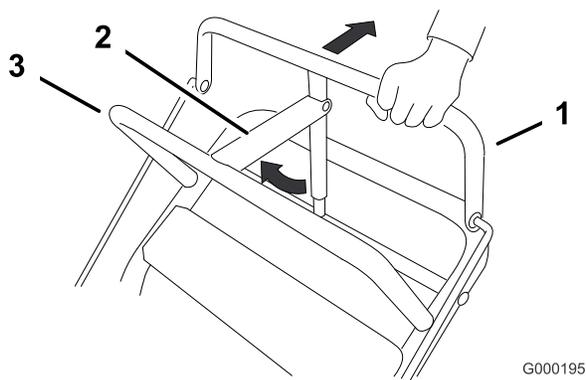

Figure 6
2. Soulevez le dispositif de verrouillage du frein de stationnement (Figure 6) et relâchez progressivement la barre de commande supérieure. Le dispositif de verrouillage du frein doit rester bloqué (verrouillé) en position.